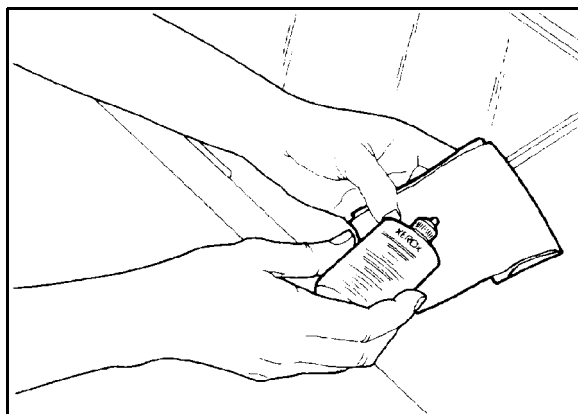

Figura 2: Umedecer um pano sem fiapos
- 1 Umedeça levemente um pano limpo sem fiapos (Figura 2) com uma pequena quantidade de limpador de lentes e espelhos Xerox ou Xerox Europe, ou com um limpador de vidros não abrasivo, como o Windex ou Glass Plus.